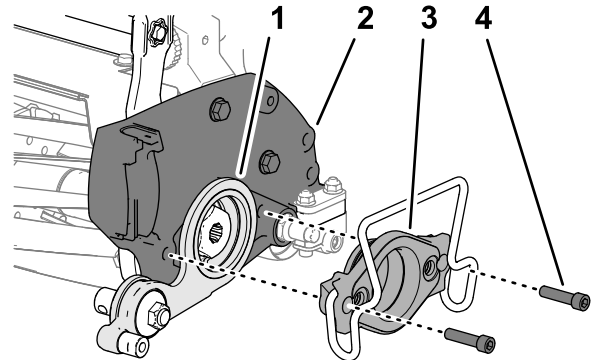

Figura 19
1. Allineate il gruppo tendicinghia sull'apparato di taglio come illustrato nella Figura 19.
2. Allineate la piastra tendicinghia alla piastra laterale dell'apparato di taglio come illustrato nella Figura 19.
3. Assemblate il supporto motore attraverso la piastra tendicinghia nella piastra laterale dell'apparato di taglio (Figura 19).
- Assemblete il supporto alla piastra (Figura 19) con le 2 viti ad esagono incassato (5/16" x 1 1/4") che avevate rimosso al passaggio Rimozione del supporto motore (pagina 4).